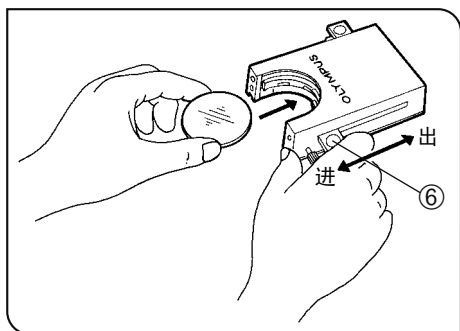

图 17
使用滤色片盒 (图17到20)
2. 将滤色片杆⑥拉到最里边, 让滤色片杆完全进入喀嚓声响的位置。(图17)
3. 按图17所示, 拉住滤色片杆, 把滤色片按箭头所示方向插入滤色片盒。